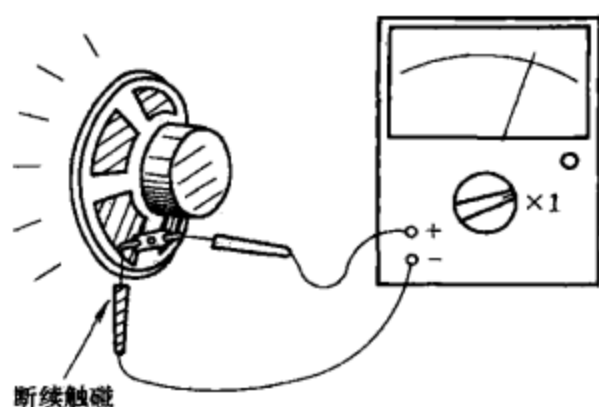

图 5-48
(1) 将万用表置于“ $R \times 1$ ”挡,并进行欧姆挡校零。
(2) 用万用表两表笔(不分正、负)断续触碰扬声器两引出端,如图 5-48 所示,扬声器中应发出“喀、喀……”声,声音越大越清脆越好;如果无声,说明该扬声器已损坏;如果“喀、喀……”声小或不清晰,说明该扬声器质量较差。